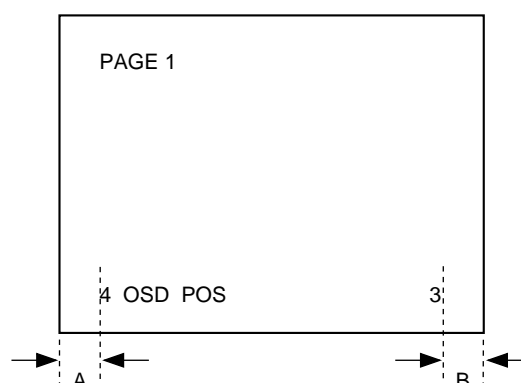

Fig.1-4
- ・ 治具リモコンの音量キーにて、OSD 表示の両側が同距離になるように調整する。A = B Fig. 1-4